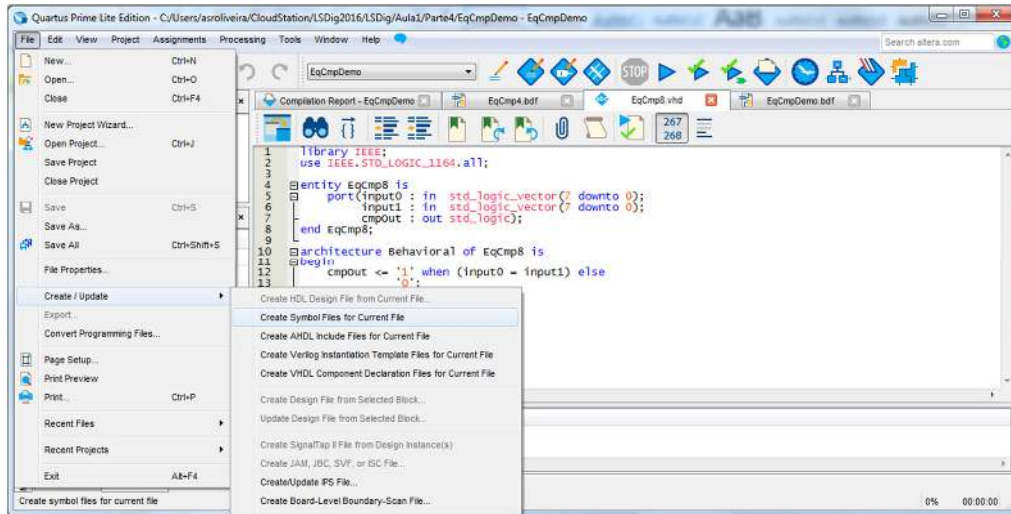

Figura 66 – Criação de um símbolo para o módulo “EqCmp8”.
10. Crie um símbolo para o módulo descrito no ficheiro “EqCmp8.vhd”, tal como ilustrado na Figura 66, de forma a poder instanciá-lo num diagrama esquemático.